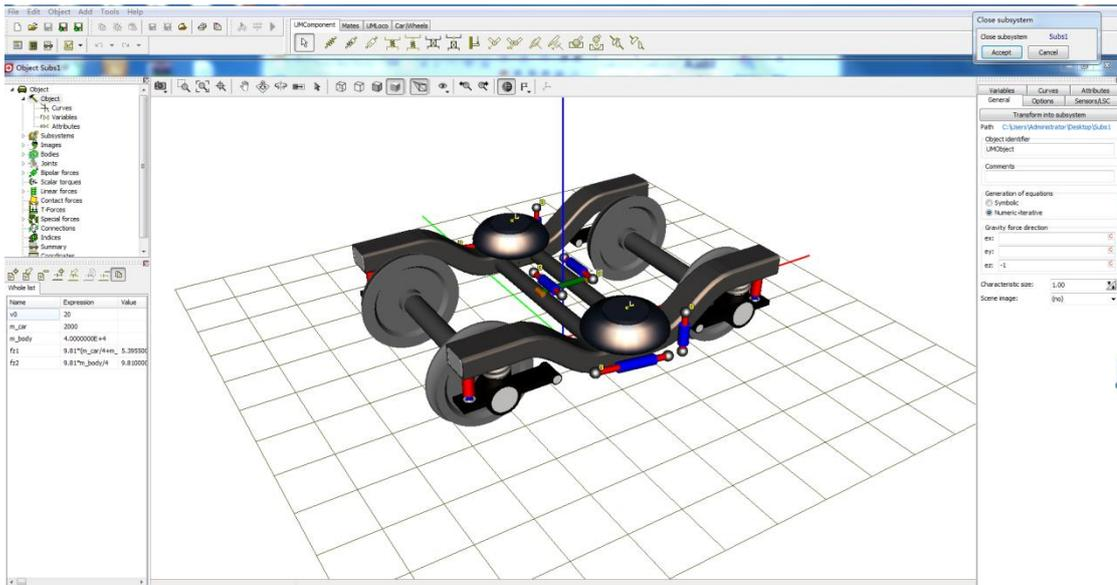

图 019-5 再次进行子系统编辑
2、进入该子系统进行修改（模型树中所有的 Body、Joint 和 Force 可见可编辑），如图 019-5；